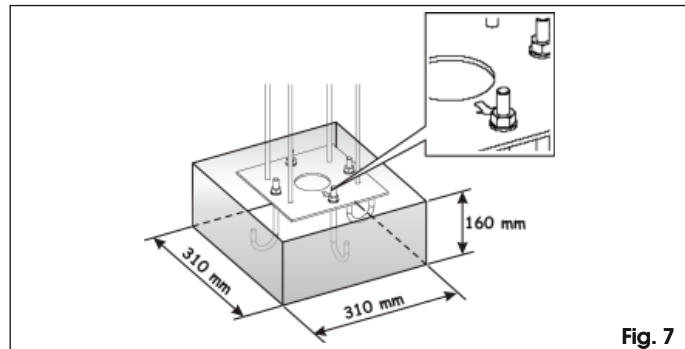

Fig. 7
2. Maak een plint zoals aangegeven in Fig. 7.
3. Metsel de funderingsplaat vast, zoals in Fig. 7, en leg daarbij een of meerdere buizen aan waar de kabels doorheen kunnen